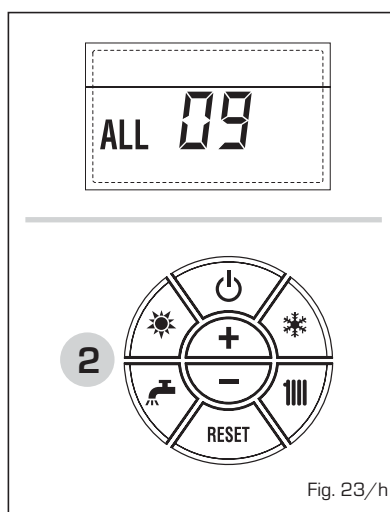

Fig. 23/h
- **ANOMALIA SONDA AUXILIAR "ALL 10" (fig. 23/l)**